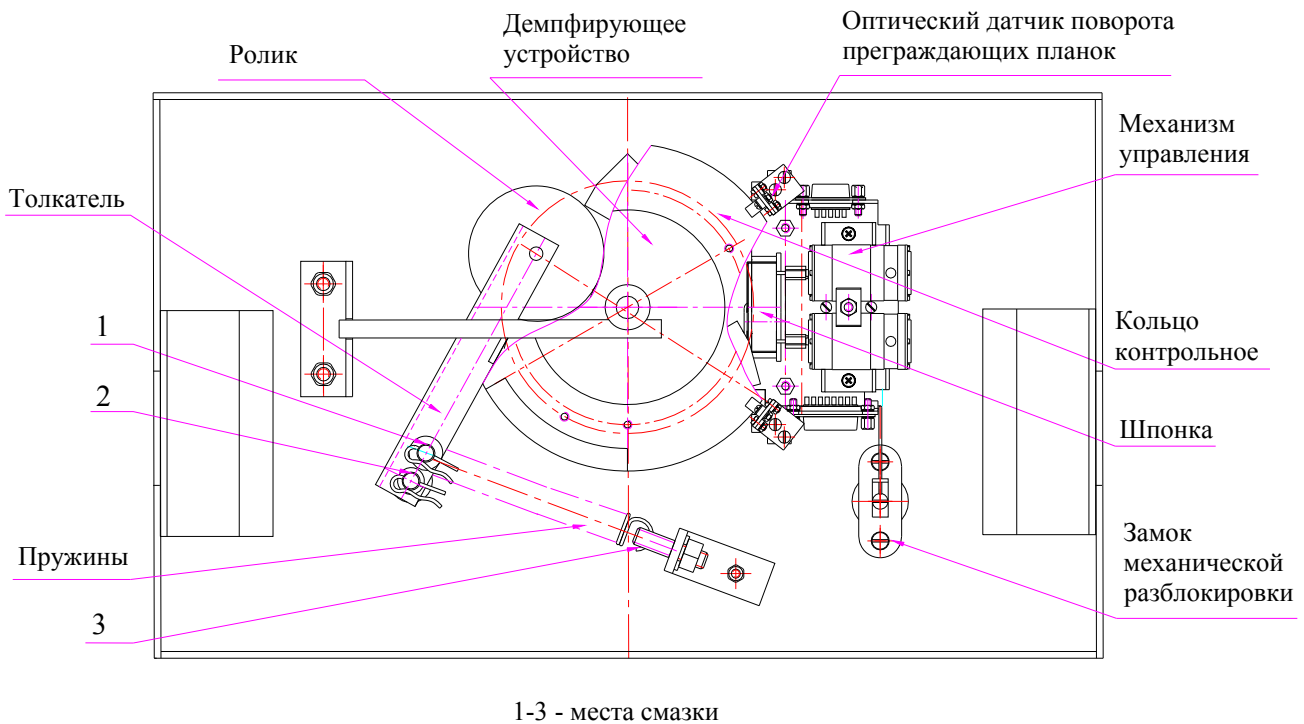

Рисунок 5 — Расположение внутренних деталей и узлов стойки KTC01
- снимите крышку (3) в порядке, указанном в разделе 6;
- осмотрите устройство доворота (толкатель, пружины и ролик), оптические датчики поворота преграждающих планок и демпфирующее устройство (см. рисунок 5);
- механизмы секретности замка механической разблокировки (7) и замка крышки (4) со стороны замочной скважины;
- проверьте крепление преграждающих планок (5), для этого:
- отверните отверткой винт *M4x25* крепления крышки (6) и снимите крышку;